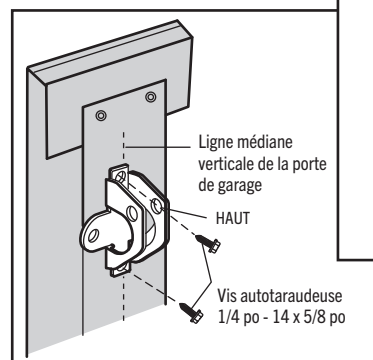

Figure 3
- Percez des trous de fixation de 3/16 po. Fixez le support de porte à l'aide des vis autotaraudeuses. (Figure 3)